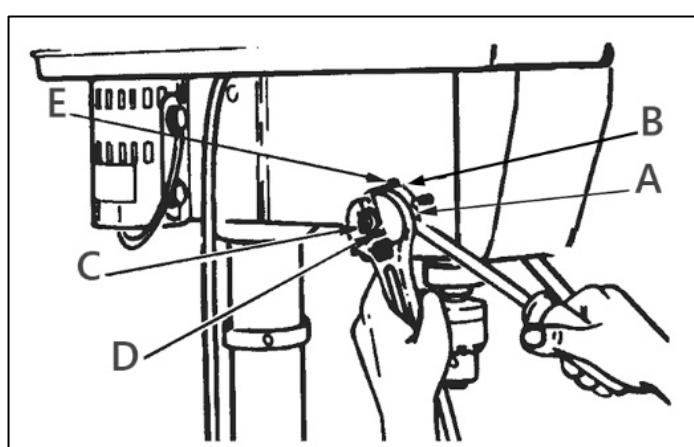

Рисунок 17.
Опустите рабочий стол, работайте с левой стороны сверлильного станка. Поместите отвертку в нижний передний паз (A) (рис. 17) корпуса пружины (B) и держите в таком положении во время откручивания и снятия внешней гайки (C).